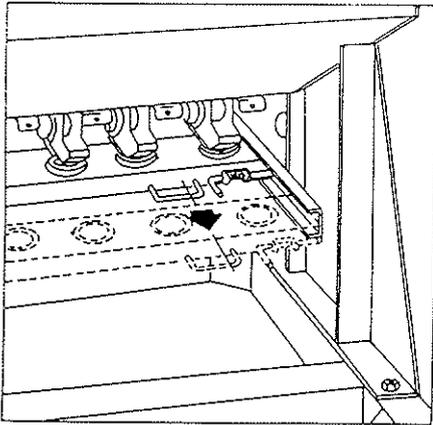

Fig. 1
UNO.- Paso estrecho, espolones pequeños para semillas finas (Fig. 1).
A) Modificar la apertura inferior de la trampilla según el tamaño de la semilla (Fig. 1,2 y 3).
PRIMERO.- Deslizar la barra portaboquillas hacia delante, soltando los gatillos que la mantienen en su posición de trabajo, hasta la posición para colocar la bandeja (Fig. 1).